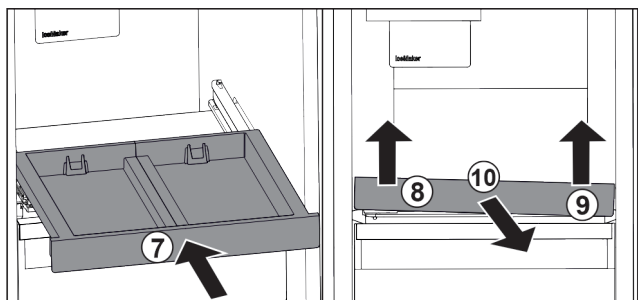

Fig. 35
- ▶ Introducir el estante extraíble. Fig. 35 (7)
- ▶ Levantar el estante extraíble por delante a la izquierda. Fig. 35 (8)
- ▶ Levantar el estante extraíble por delante a la derecha. Fig. 35 (9)
- ▶ Retirar el estante extraíble hacia delante. Fig. 35 (10)